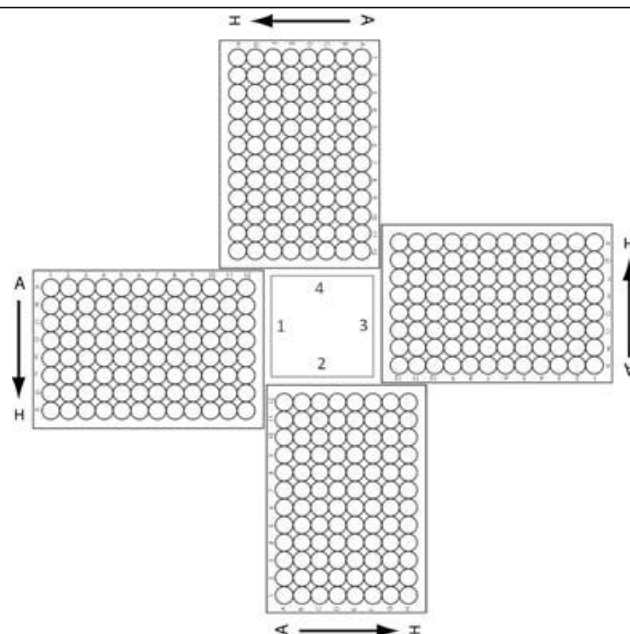

図 4 Agilent Labware MiniHub プレートの向き。Thermo Scientific リザーバーの時には、切り欠きのある角が MiniHub の中央に向くように置きます
13. 図 4 に示すプレートの向きを参考に、表 9 にしたがって Labware MiniHub に試薬をセットします。